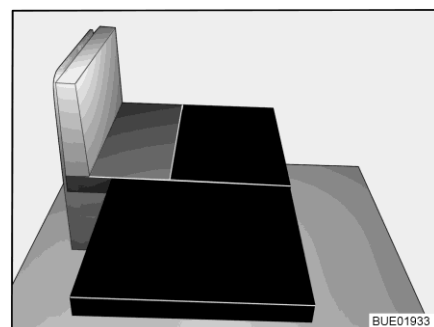

Bild 64 Nach dem Umbau
- Großes Zusatzpolster auf Polsterauflage legen (siehe Bild 64).